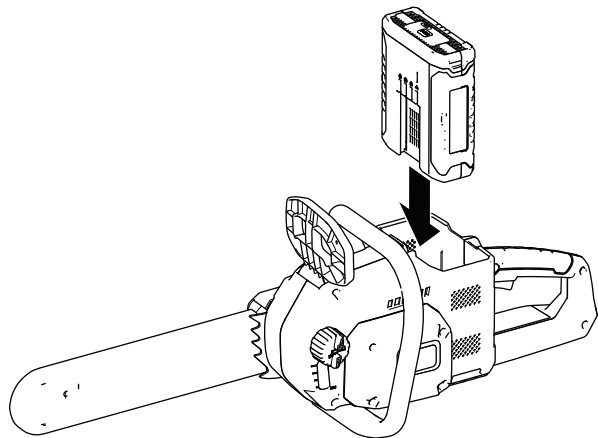

Figura 25
2. Allineate la linguetta del pacco batteria con il vano batteria nella motosega (Figura 25).